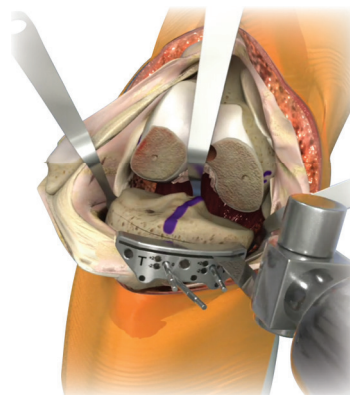

Figura 13
11. Reseccione la tibia proximal utilizando una sierra oscilatoria (Figura 13).